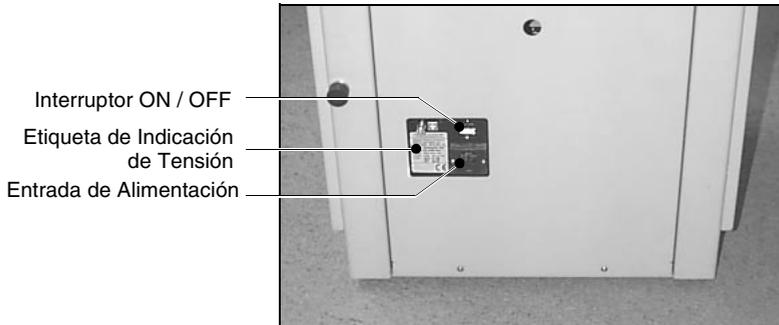

FIGURA 5
Esta máquina solo debe enchufarse a una línea de alimentación eléctrica de la tensión correcta y con una masa probada. Cualquier daño debido a un uso negligente no estará cubierto por la garantía. La tensión requerida por la máquina se indica en la etiqueta de la parte posterior de la unidad (véase la Figura 5).
**ENCENDIDO** Enchufe la BMS en una alimentación monofásica del voltaje correcto indicado en la entrada de corriente (véase la Figura 5).